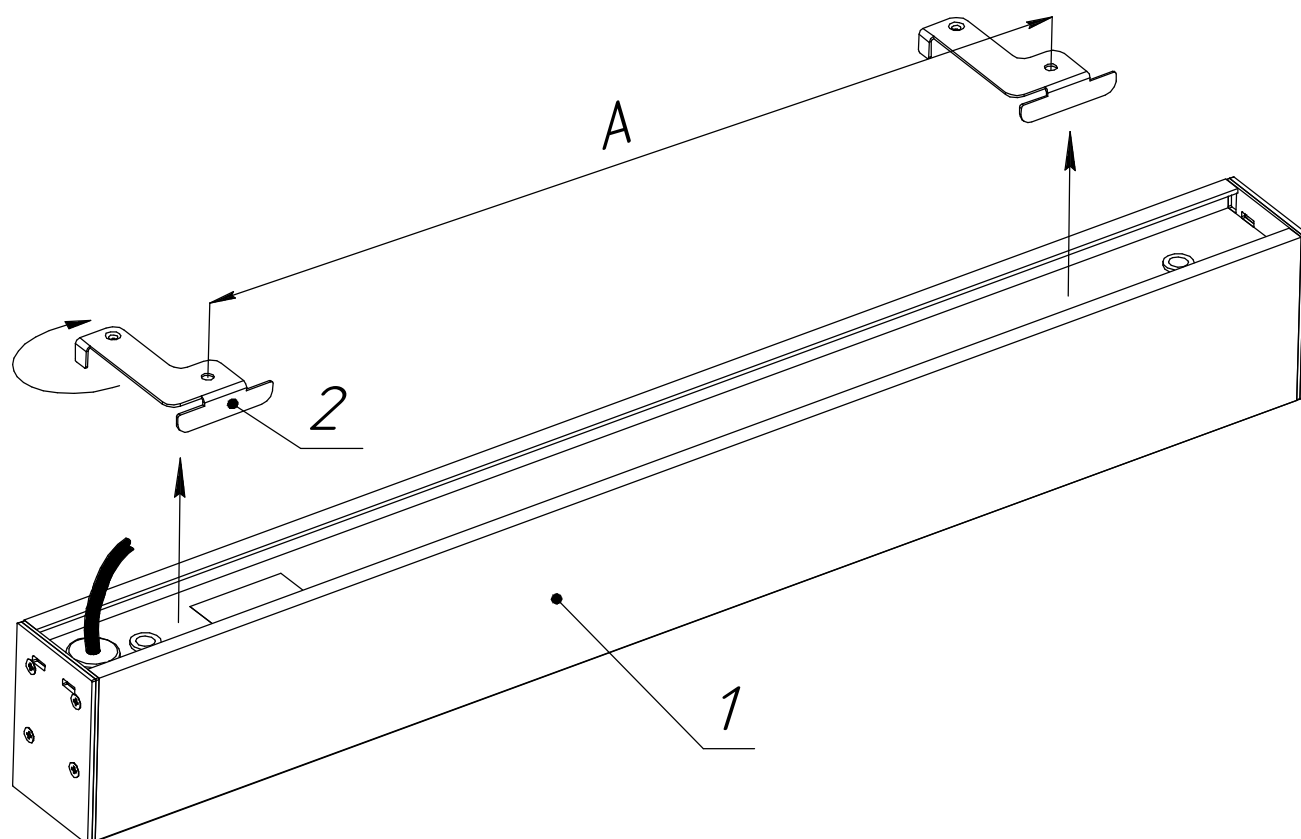

Рисунок 2 - Схема крепления светильника серии ДПО02 Line 5070 EM3 MT IP54 к потолку: 1 - светильник, 2 - кронштейн потолочный (в комплекте).
5.3. **Установка светильника на потолок (см. рисунок 2):**